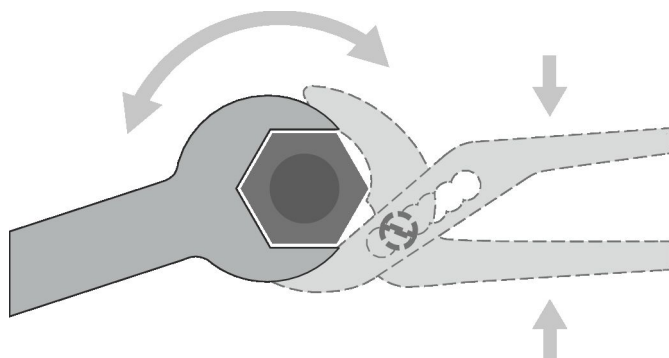

Fig. 30 : Maintien avec une clé à tubes
1. ▶ Fixer le filetage de l'échangeur thermique avec une clé à tubes (Fig. 30 /2).
2. ▶ Connecter l'échangeur thermique au raccordement sur site tout en maintenant en permanence le filetage avec une clé à six pans (Fig. 30 /1).
- Lors du raccordement, fixer le raccord fileté sur l'échangeur thermique à l'aide d'une clé à pipe (Fig. 30 /2).